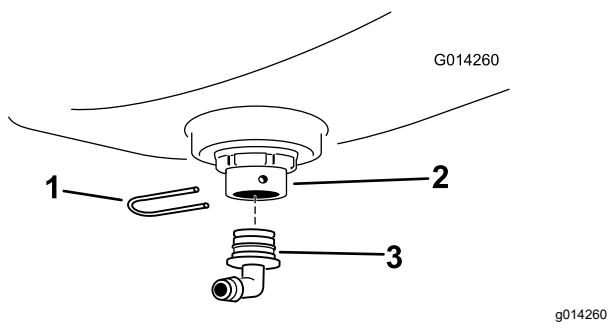

Figura 9
3. Montate un raccordo a 90° sul diaframma e assicuratevelo con una forcetta di fissaggio (Figura 9).
5. Montate il segmento del flessibile di 53,3 cm che avete tagliato al passaggio Taglio del flessibile \(pagina 5\) sul raccordo a 90° con una fascetta stringitubo e serrate la fascetta manualmente (Figura 9).